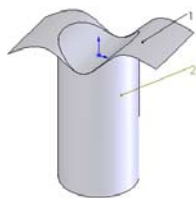
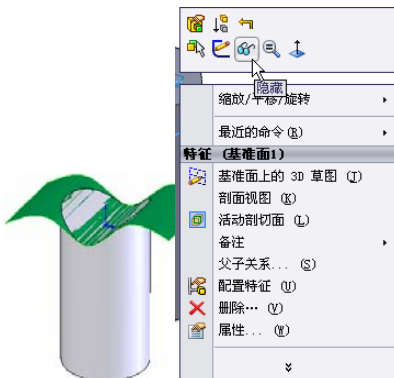

图 6-69 生成的替换面
图 6-70 右键快捷菜单
04 确认替换面。单击属性管理器中的“确定”图标按钮，生成替换面，结果如图 6-69 所示。
**05** 隐藏替换的目标面。右键单击图 6-69 中的曲面 1，在系统弹出的快捷菜单中选择“隐藏”选项，如图 6-70 所示。